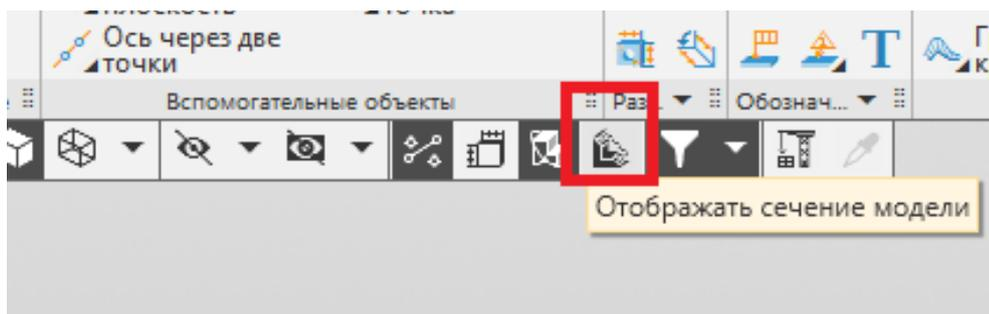

Рис. 32
29. При повторном нажатии данной пиктограммы сечение исчезает (рис. 32).